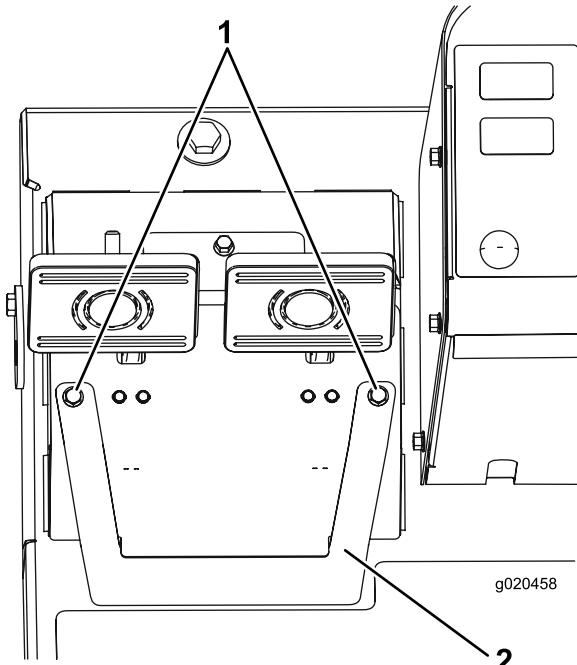

Figura 63
- A. Desaperte os 2 parafusos de montagem e retire a cobertura de ajuste do travão (Figura 63).